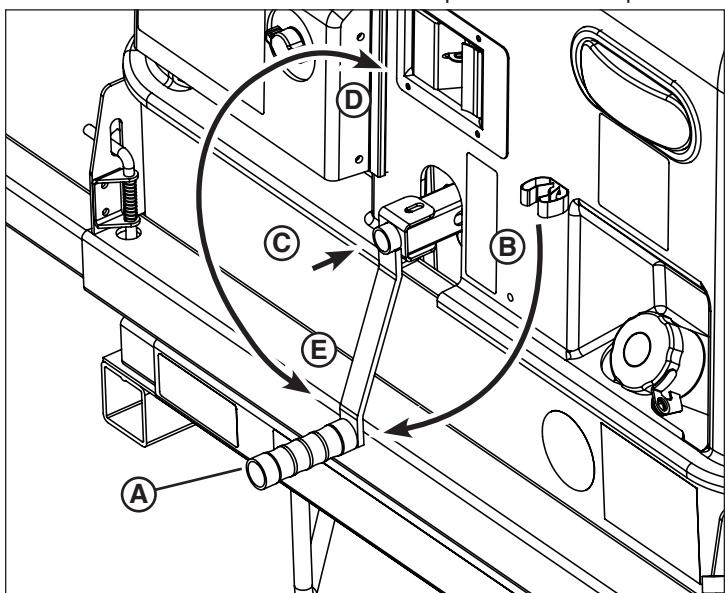

Figura 18
- Gire la manivela del cabrestante (**A**, Figura 18) hacia fuera desde la posición de transporte (**B**) a la posición de funcionamiento.
- Gire la manivela del cabrestante en el sentido horario (**D**, Figura 18) hasta que la torre esté completamente elevada. No gire la manivela en exceso.
- Gire la manivela del cabrestante en el sentido antihorario (**E**, Figura 18) hasta que la torre haya bajado completamente. No gire la manivela en exceso.